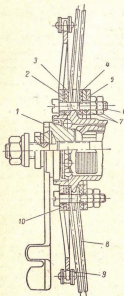

Рис. 189. Схема установки большой зубчатки:
Установка на велосипед двигателей Д-4 и Д-5. Установку большой зубчатки (рис. 189) необходимо производить в следующей последовательности:
10. Снять крышку ведущей зубчатки 2 (см. рис. 189), вынуть